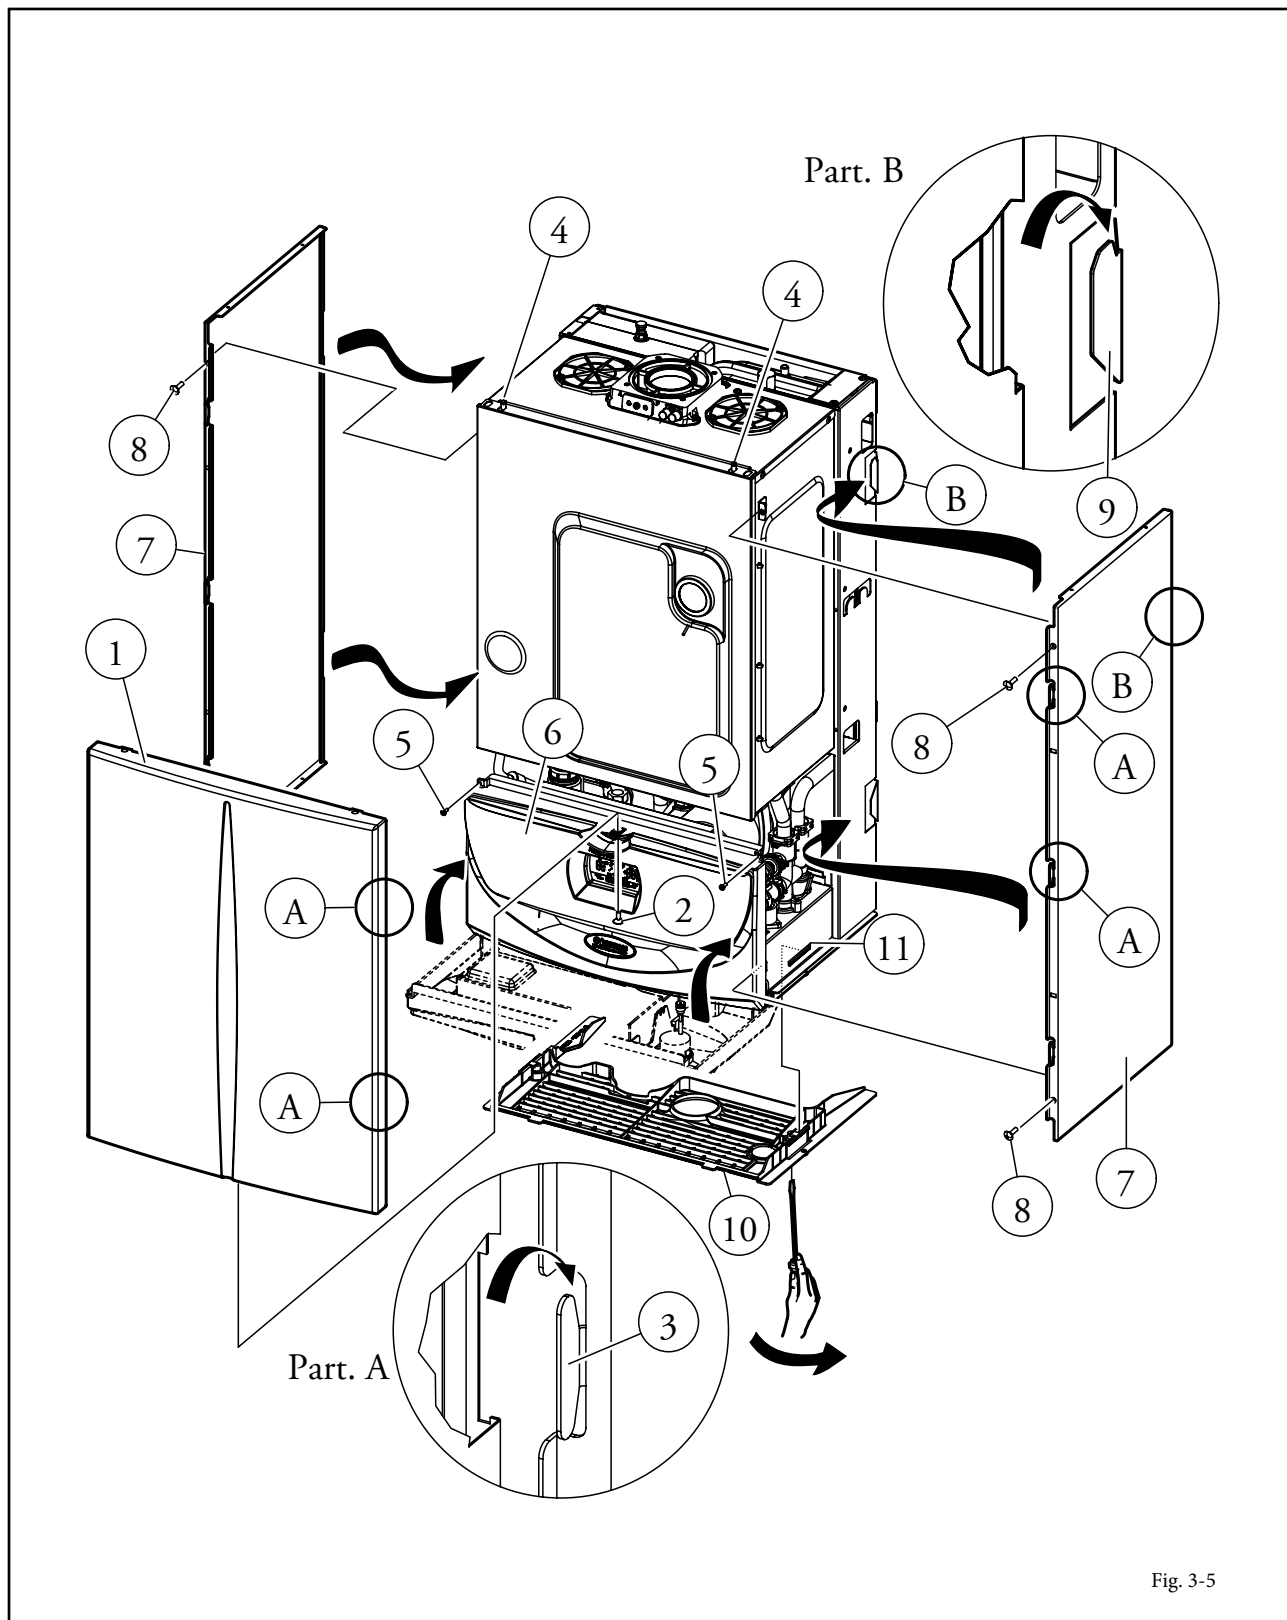

Fig. 3-5
3.17 COMO DESMONTAR O TAMPO DA CALDEIRA (Fig. 3-5).